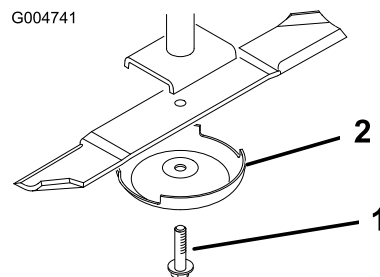

Figura 83
2. Afferrate l'estremità della lama con un cencio o un guanto bene imbottito. Togliete il bullone, la coppa antistrappo e la lama dall'asse del fusello (Figura 83).